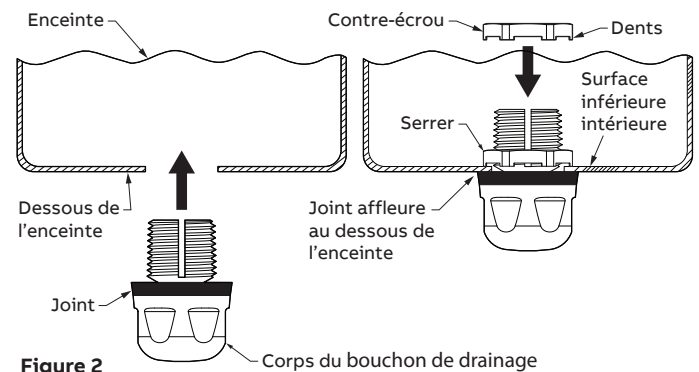

Figure 2
3. From the underside of the enclosure, install the dome drain body into the hole. Gasket must be flush with the underside of the enclosure. Place locknut on thread body with teeth towards inside surface wall. Hand tighten and torque per value in Table 1, see Figure 2.
3. Depuis le dessous de l'enceinte, installez le corps du bouchon de drainage dans le trou. Le joint doit affleurer avec le dessous de l'enceinte. Placez le contre-écrou sur le corps du filetage avec les dents vers la paroi intérieure. Serrez à la main selon la valeur de couplage du tableau 1, voir la figure 2.